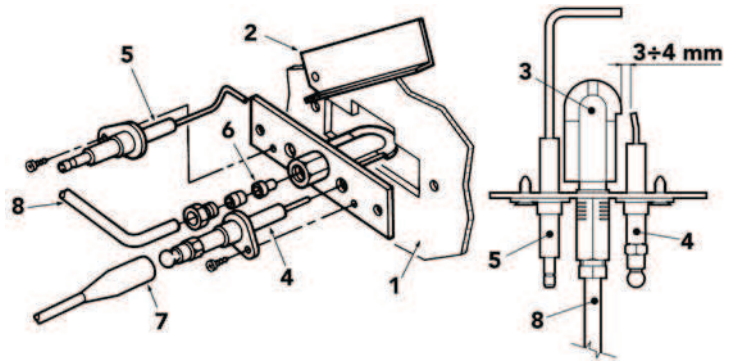

рис. 9 - Пилотная горелка
- Электроды не должны иметь накали и быть правильно установленными (см. рис. 9).
Проверьте правильность позиционирования электродов и отсутствие на них отложений (см. рис. 9).
Отсутствие искры между электродами при розжиге.	Проверьте правильность позиционирования электродов и отсутствие на них отложений (см. рис. 9).